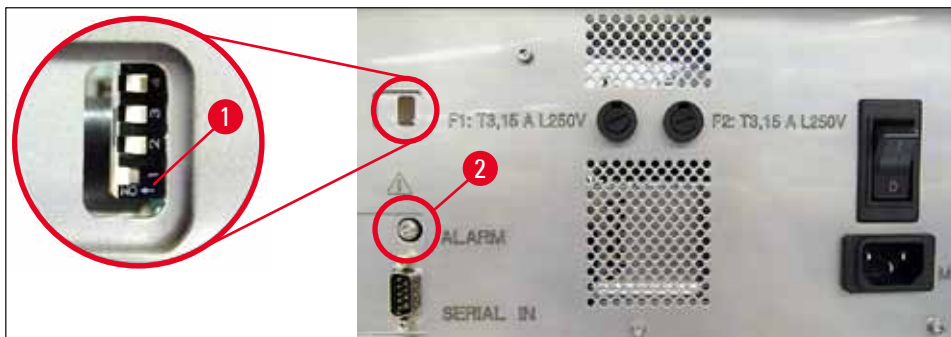

Fig. 44
- » Para desativar o sinal sonoro, empurre o interruptor na parte inferior (→ "Fig. 44-1") para a direita (→ "Fig. 44").